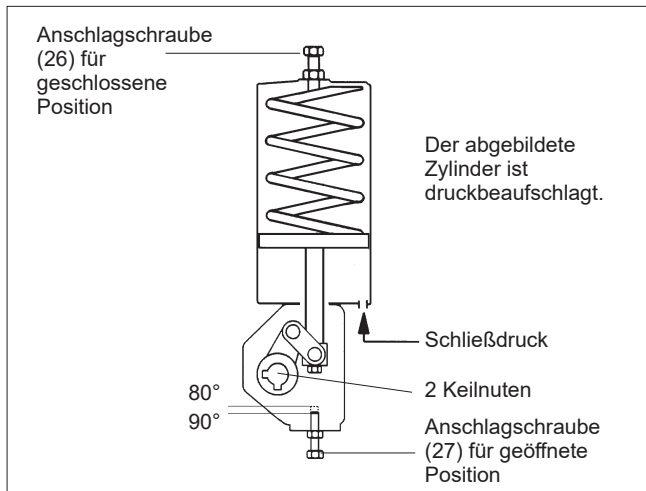

Abb. 7 B1JA Stellantrieb
Montieren Sie den Stellantrieb auf das Ventil, wobei sich der Kolben am unteren Ende des Zylinders befindet und das Ventil in offener Stellung ist, siehe Abb. 7. Der Zylinder muss drucklos sein und die Luftanschlüsse müssen offen sein. Stellen Sie die Offenstellung mit der Anschlagschraube (27) an der Unterseite des Gehäuses ein. Die Einstellung der Schließen-Position erfolgt mit der Anschlagschraube (26) am Zylinderende, während der Stellantrieb mit Druck beaufschlagt ist und der Kolben sich in der oberen Stellung befindet.